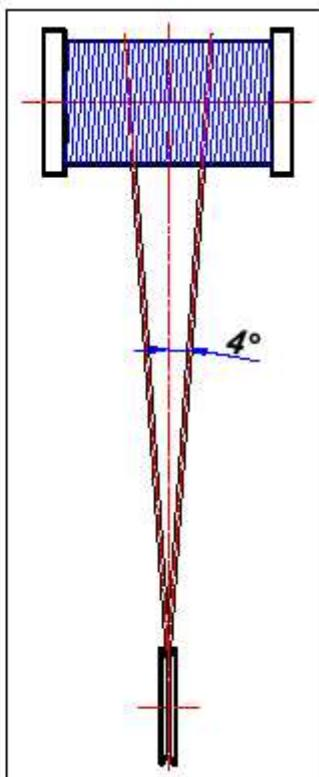

Fig. 6
- Pour éviter les usures prématuées du câble et de la gorge des poulies et assurer un bon fonctionnement de l'ensemble l'angle de pénétration du câble dans la gorge (déflexion) ne doit pas dépasser 4° (fig. 6)